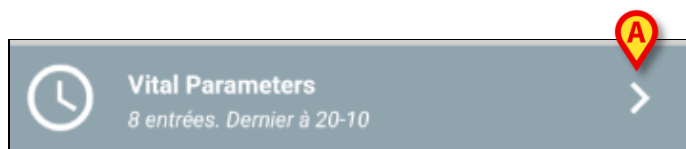
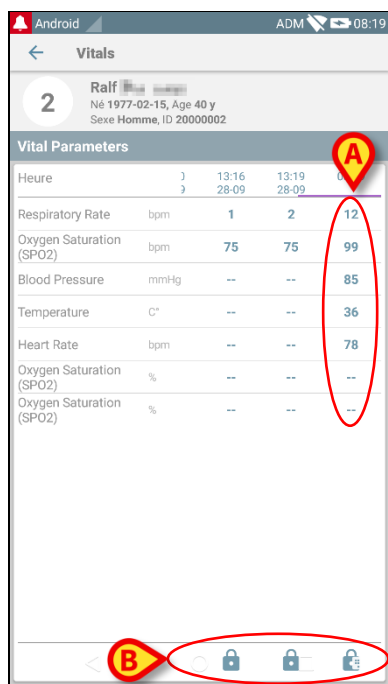
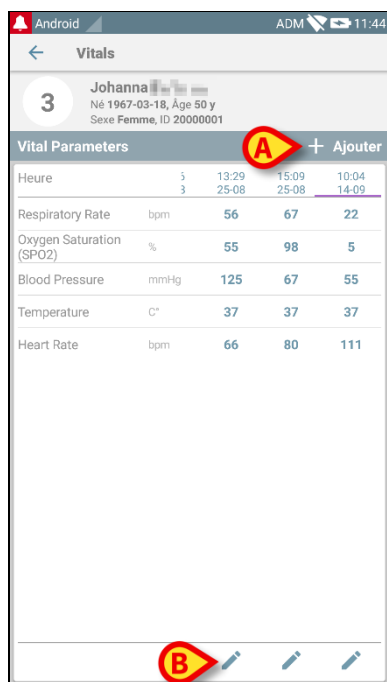

Fig 48
Fig 49
Fig 55
Si le bouton **+** n'est pas présent dans la mosaïque, cela signifie que l'ensemble de données n'est pas activé (voir paragraphe 6.5 pour plus d'informations). La mosaïque est encore affichée parce que les données historiques existent pour cet ensemble de données et peuvent être toujours visualisées. Par exemple, voir Fig 48.
La flèche (Fig 48 **A**) permet d'afficher les données historiques. Voir par exemple la Fig 49:
La date et l'heure sont affichées en haut pour chaque entrée (à savoir un ensemble de valeurs). Les valeurs enregistrées sont affichées dessous. Par exemple, voir la colonne indiquée dans Fig 49 **A**.
L'icône du "cadenas" indiquée dans Fig 49 **B** signifie que le score correspondant ne peut pas être modifié. Sinon une icône "stylo" s'affiche (voir par exemple Fig 55).
Le nouvel ensemble de valeurs s'affiche dans un écran récapitulatif spécifique. De nouveau, les fonctions de l'écran dépendent du type d'ensemble de données acquis. Voir la Fig 55 pour un exemple.
- Sur cet écran, taper sur **Ajouter** pour ajouter un autre ensemble de données (Fig 55 A).
- Utiliser l'icône “stylo” pour modifier les données d'un ensemble existant (Fig 55 B).